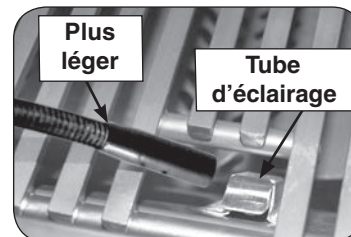

Fig. 26-2 Éclairage manuel via un tube d'éclairage
2. Passez un allumeur brûlant de butane de long-baril ou une allumette brûlante de long-tige dans la grille à cuire s'ouvrant au dessus du tube d'éclairage. (Fig. 26-2). Pour les brûleurs de dos ou les brûleurs infrarouges, maintenez la flamme contre la surface du brûleur de brûleurs arrière / infrarouge. Pour les favoris, maintenez la flamme contre le brûleur.